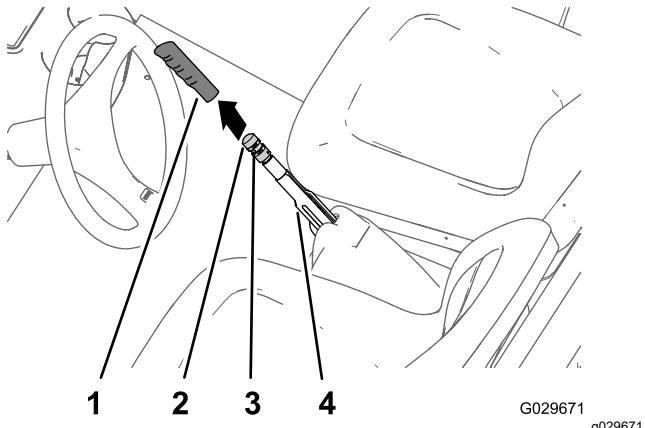

Рисунок 62
1. Снимите рукоятку с рычага стояночного тормоза (Рисунок 62).
2. Ослабьте установочный винт, который крепит ручку регулировки тормоза к рычагу стояночного тормоза (Рисунок 62).
3. Поворачивайте ручку регулировки тормоза до тех пор, пока усилие, требуемое для приведения в действие рычага стояночного тормоза, не достигнет 133–156 Н (Рисунок 62).
4. Затяните установочный винт и установите рукоятку на рычаг (Рисунок 62).
2. Ослабьте установочный винт (Рисунок 62), который крепит ручку регулировки тормоза к рычагу стояночного тормоза, выключите стояночный тормоз и ослабьте ручку регулировки тормоза.
5. Поворачивайте ручку регулировки тормоза (Рисунок 62) до тех пор, пока усилие,
- Поворачивайте ручку регулировки тормоза (Рисунок 62) до тех пор, пока усилие, требуемое для приведения в действие рычага стояночного тормоза, не достигнет 133–156 Н.
- Затяните установочный винт и установите рукоятку (Рисунок 62).